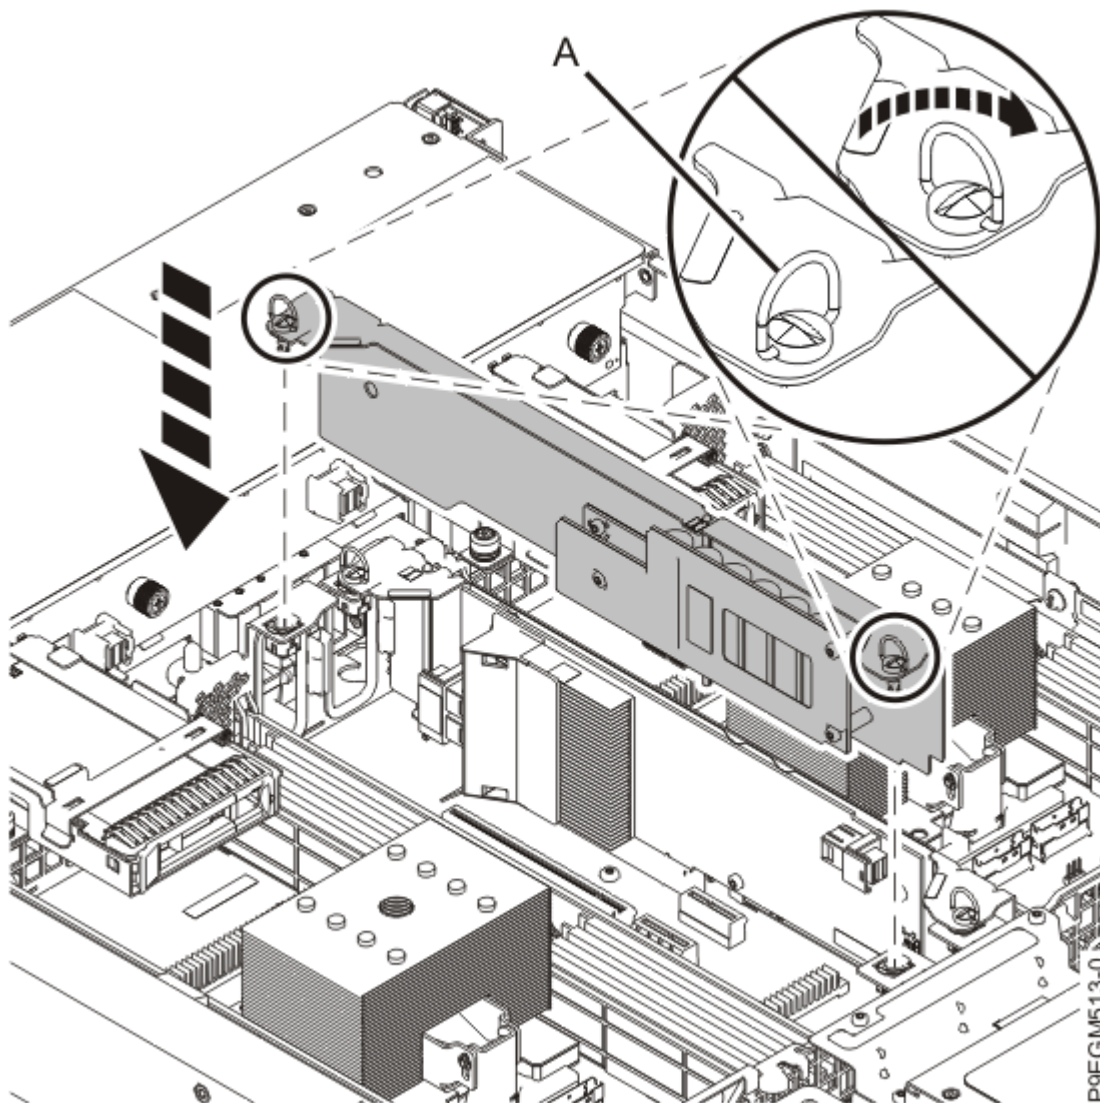

Figura 11. Instalación del módulo de alimentación de reserva
- a) Instale la tarjeta de módulo de alimentación de reserva de repuesto en la misma ranura de la que se ha extraído la tarjeta. Sostenga el módulo de alimentación de reserva por sus asas azules e instale la tarjeta en la ranura. Presione y gire los tornillos **(A)** en el sentido de las agujas del reloj para ajustar completamente la tarjeta de módulo de alimentación de reserva como se muestra en la Figura 11 en la página 14.